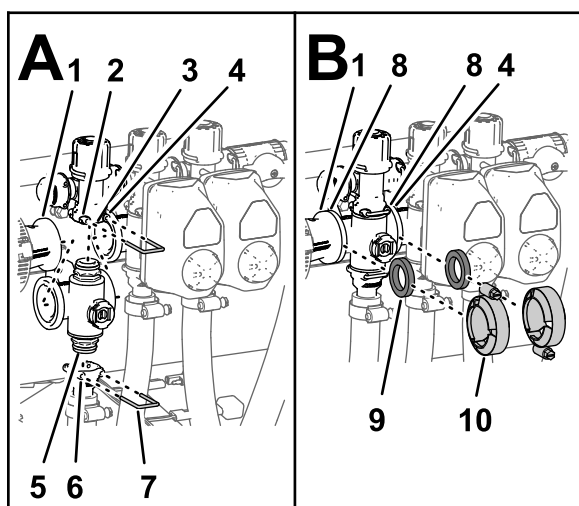

Figura 83
- Inserite il raccordo del tappo terminale superiore della valvola del collettore nel raccordo di bypass (Figura 83 A).
- Fissate il raccordo del tappo terminale al raccordo di bypass inserendo un fermo nella presa del raccordo di bypass (Figura 83 A).
- Montate il raccordo di uscita sul raccordo del tappo terminale inferiore della valvola del collettore (Figura 83 A).